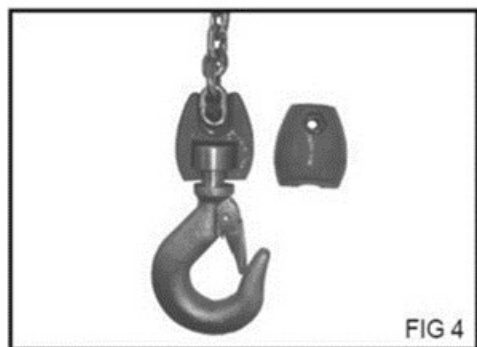

FIG. 4 — Dépose de la fixation du crochet
- 2) Retirez la fixation du crochet (FIG. 4). Relâchez le bouton « montée » et extrayez la chaîne de l'appareil.